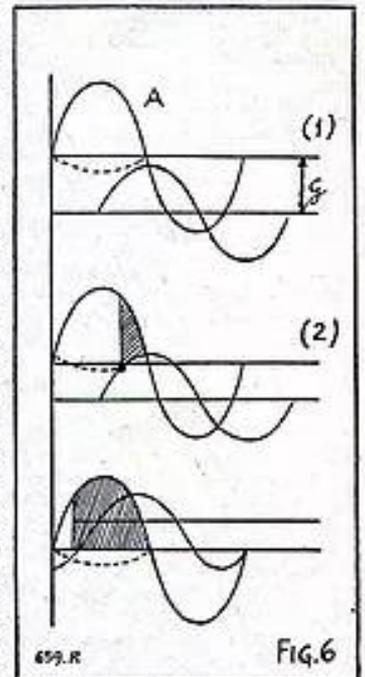

FIG. 6
Examinons la Fig. 6, on remarque qu'on superpose à la tension continue de grille G, une tension alternative sinusoïdale S, dont l'amplitude est constante et déphasée de 90° en arrière sur la tension anodique A. Dans le cas (1), la tension résultante de grille est à tout instant supérieure aux ordonnées de la caractéristique; le tube est donc éteint. Les cas (2) et (3) correspondent à des allumages de plus en plus étendus. Il est donc permis, par